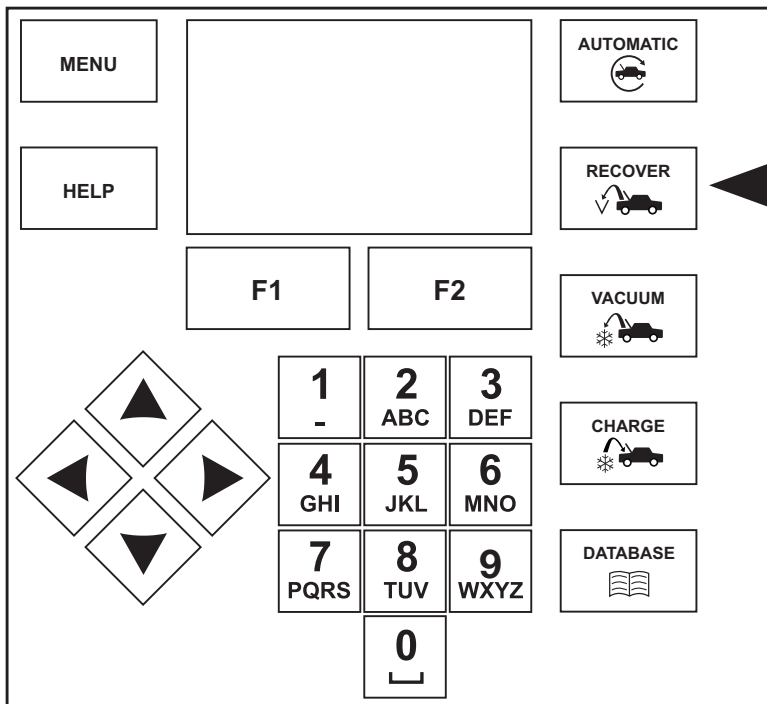

Abbildung 4
5. Drücken Sie die Taste ABSAUGEN auf dem Bedienfeld. Siehe Abbildung 4.